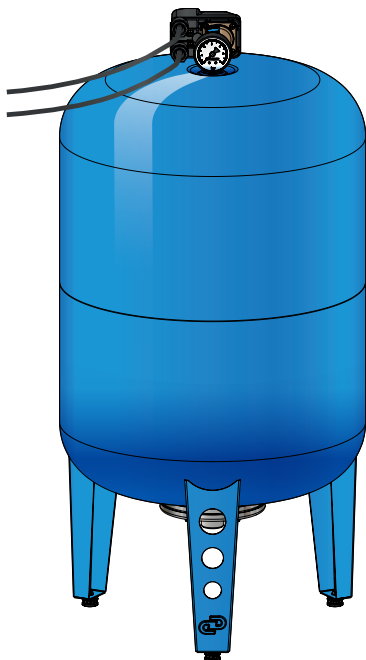

Рисунок 3
5. **Держатель мембраны** (резьбовой штуцер с наружным размером $\frac{1}{2}$ " и с внутренним $\frac{1}{4}$ " на моделях 100 л, либо с наружным размером $\frac{3}{4}$ " и с внутренним $\frac{1}{2}$ " на моделях 200, 300, 500 л). Совместим с комплектом «КАБ» (рисунок 3)***.